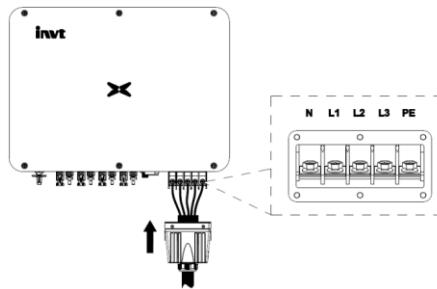

图 5.6 三相逆变器电网接入
(2) 再按照图 5.6 将已压好端子的 L1、L2、L3、N、PE 五根电缆固定在交流连接电路板的相应端子上，L1、L2、L3、N 紧固力矩 7-9N·m， PE 接地紧固力矩 7-9N·m；然后将 AC 防水罩与箱体固定。